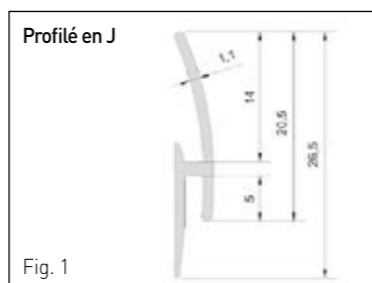

Fig. 1
- Positionner la platine du profilé en H sur la hauteur panneau en laissant 5 mm entre le clip de la platine et la tranche du panneau et 25 mm non couvert sur l'extrémité haute du panneau. (Cf. Fig.1)